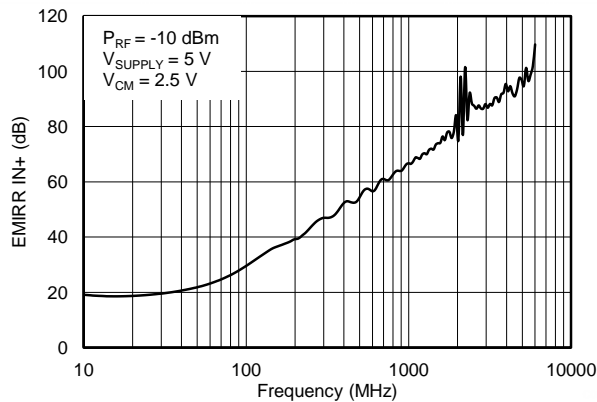

Figure 33. EMIRR IN+ 与频率间的关系
| 电磁干扰抑制比 (EMIRR) IN+ 与频率间的关系 | Figure 33 |
德州仪器 (TI) 已经开发出在 10MHz 至 6GHz 扩展宽频谱范围内准确测量和量化运算放大器抗扰度的功能。EMI 抑制比 (EMIRR) 度量可实现运算放大器与 EMI 抗扰度的直接比较。Figure 33 图示了在 OPA313 系列上进行这个测试所得到的结果。也可在应用报告中找到详细信息，运算放大器的 EMI 抑制比\(SBOA128\)，可从 www.ti.com 内下载。